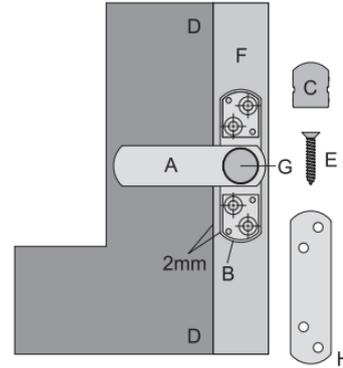

Abbildung 3: Montage des Befestigungsblocks
2. Legen Sie den Riegel (A) der Zusatzsicherung um (siehe Abbildung 3) und entfernen Sie die Abdeckkappen (C).
3. Positionieren Sie den Befestigungsblock (B) auf dem Fensterrahmen (F). Achten Sie dabei auf 2 mm Abstand zwischen Fensterflügel (D) und dem Befestigungsblock (B). Die mitgelieferte 2 mm Distanzplatte (H) kann dabei als Hilfsmittel zur Abstandsermittlung verwendet werden.
4. Zeichnen Sie die 4 Bohrlöcher für die Befestigungsschrauben (E) an. Anschließend bohren Sie die Bohrlöcher mit einem Bohrer \varnothing 3 mm vor. Schrauben Sie den Befestigungsblock (B) mit den selbstschneidenden Schrauben (E) am Fensterrahmen (F) fest.
5. Damit der Riegel (A) beim Ver- und Entriegeln nicht über den Fensterflügel schleift, müssen Sie evtl. die mitgelieferten Distanzplatten (H) zum Höhenausgleich verwenden.
6. Abschließend drücken Sie die 2 Abdeckkappen (C) wieder auf die Aussparung für die Befestigungsschrauben (E).